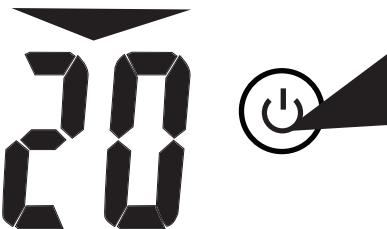

Рис. 12
- Выберите вторую цифру предельного значения веса (10) короткими нажатиями на кнопку  (6) (Рис. 12);